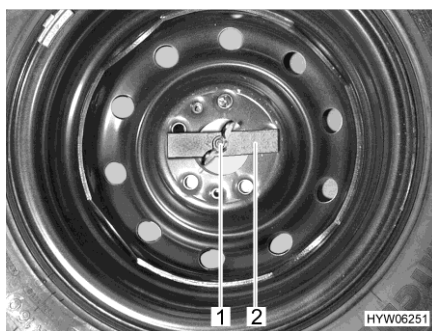

Fig. 229 Ruota di scorta nel gavone di coda
- Svitare manualmente il dado ad alette (Fig. 229,1) e rimuoverlo.
- Rimuovere la barretta di compressione (Fig. 229,2).